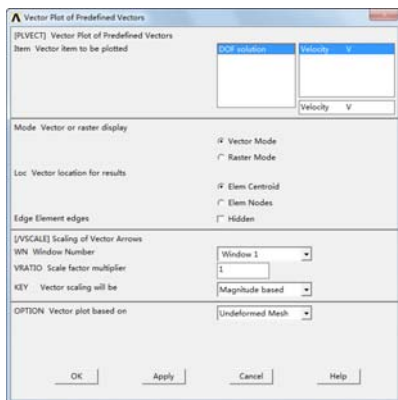
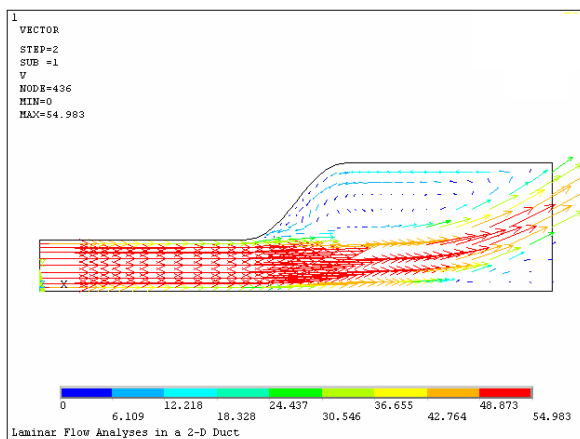

图 5-65 “Vector Plot of Predefined Vectors”对话框
图 5-66 流场的速度分布图
①读入计算结果: 依次选择 Main Menu→General PostProc→Read Results→Last Set, 读取最后一次迭代的计算结果。
②绘制流场的速度分布图：依次选择 Main Menu→General PostProc→Plot Results→Vector Plot> Predefined，会弹出“Vector Plot of Predefined Vectors”对话框，如图 5-65 所示。在对话框中选择“DOF solution→Velocity V”，单击“OK”按钮，会得到流场的速度分布图，如图 5-66 所示。